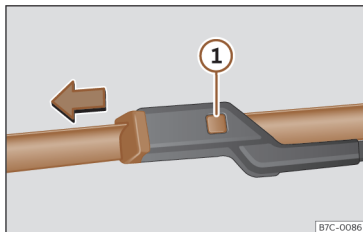

Fig. 207 Substituição das escovas do limpa para-brisas.
- Mantenha pressionado o botão de desbloqueio >>> Fig. 207 ① puxando ligeiramente pela escova no sentido da seta.